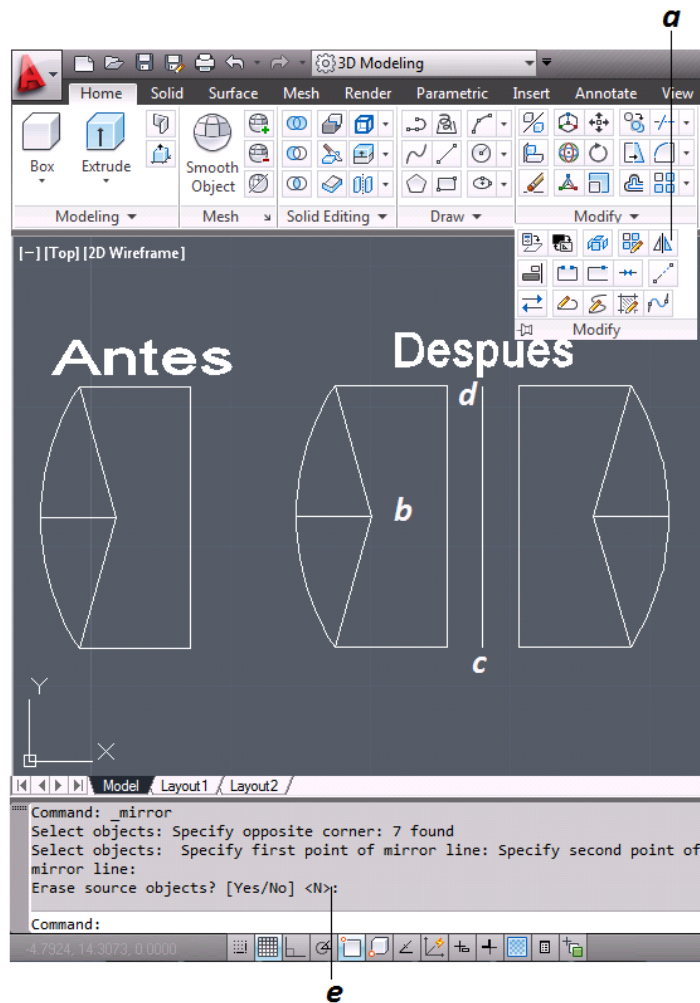

Figura 3.30 Modificación de Entidades “Simetria”
- Se selecciona el comando Simetria (*figura 3.30*).
- Se seleccionan las entidades que se copiarán y se da enter (*figura 3.30*).
- Se pide el primer punto de simetría, en este caso será la parte inferior de la línea (*figura 3.30*).
- Se pide el segundo punto de simetría, en este caso será la parte superior de la línea y se da enter (*figura 3.30*).